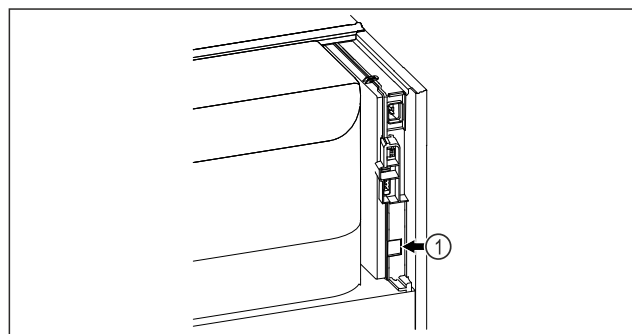

Fig. 129
- SmartModule Fig. 129 (1) is geplaatst.